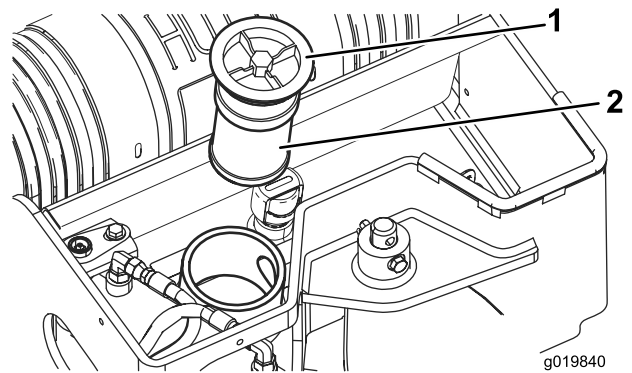

Figure 59
5. Nettoyez la surface autour du goulot de remplissage du réservoir hydraulique et enlevez le bouchon et le filtre du goulot de remplissage à l'aide d'une clé (Figure 59).